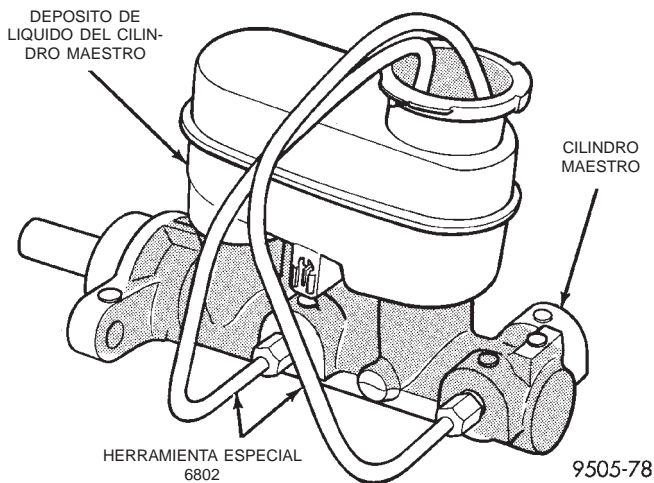
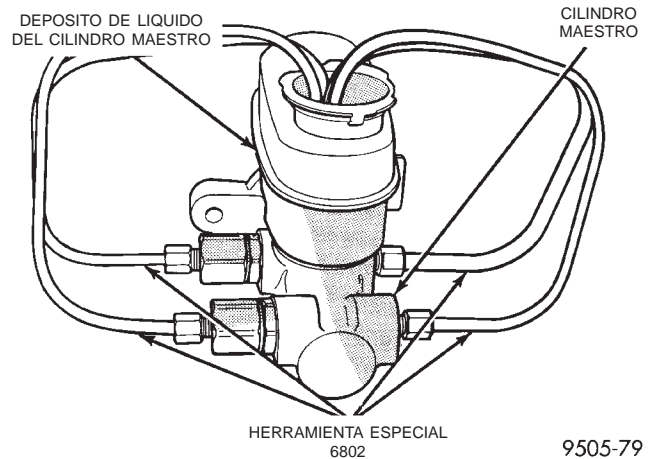

Fig. 38 Tubos de purga instalados en el cilindro maestro de los sistemas ABS
Fig. 39 Tubos de purga instalados en el cilindro maestro del sistema sin ABS
(1) Inmovilice el cilindro maestro en una mordaza. Conecte los Tubos de purga, Herramienta especial 6802 al cilindro maestro (Fig. 38) y (Fig. 39). Emplácelos de forma tal que las salidas de los tubos de purga queden por debajo de la superficie del líquido de frenos cuando el depósito está lleno hasta el nivel correcto.